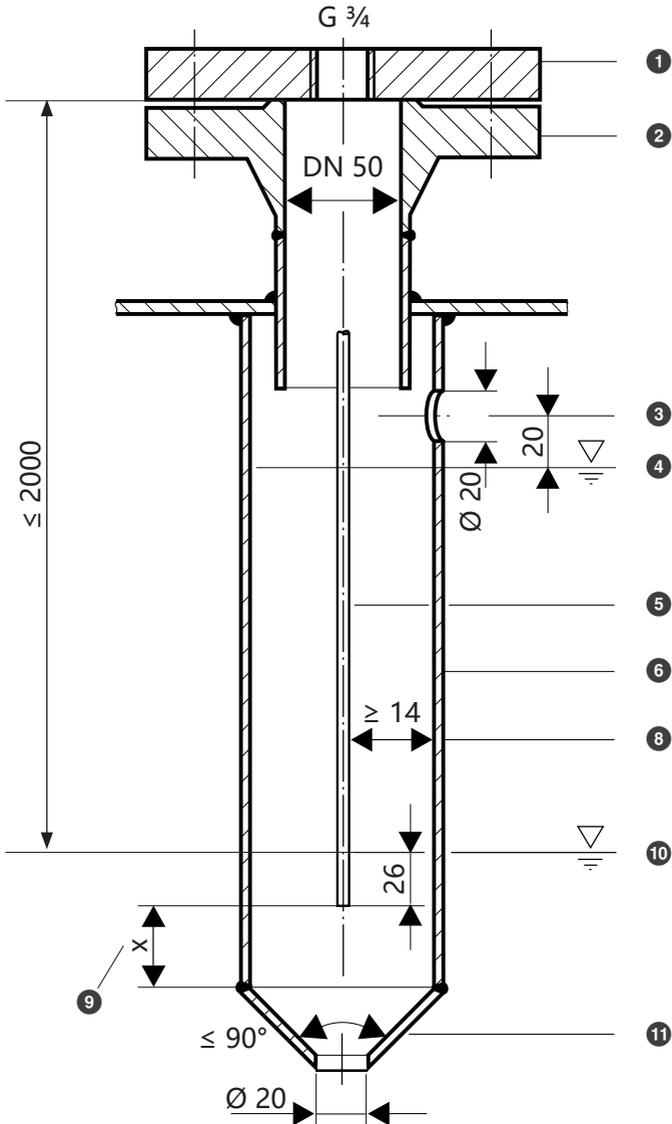
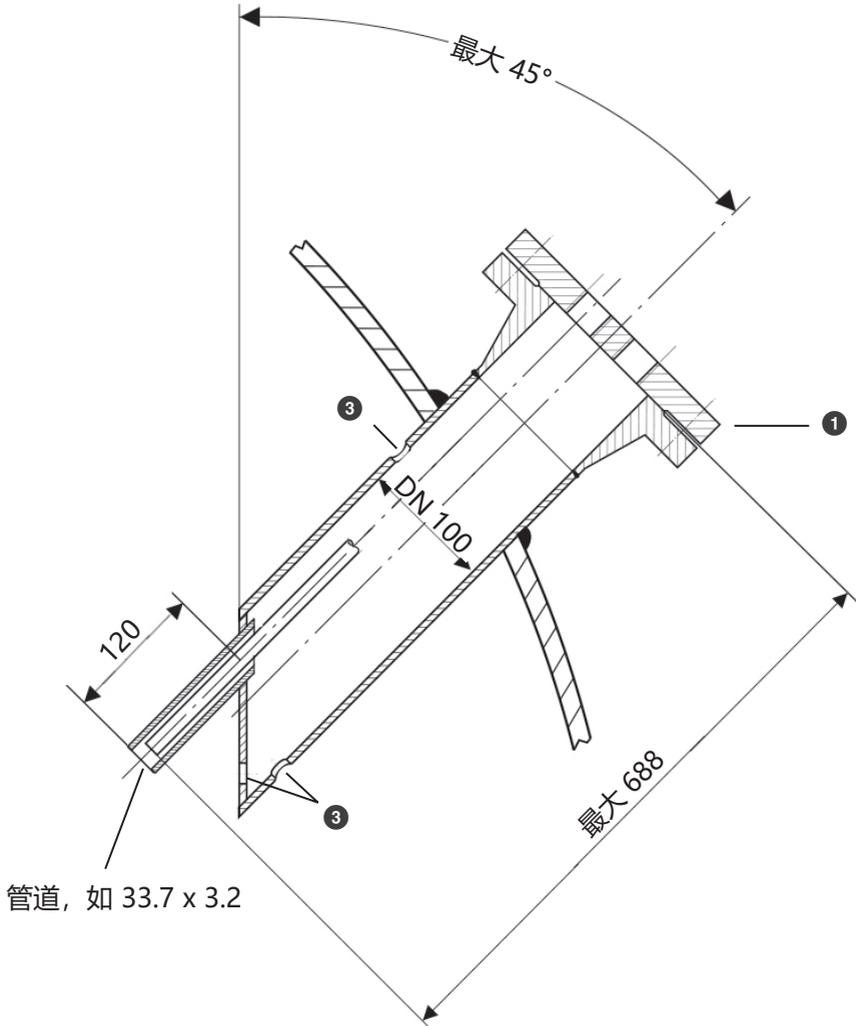

图 12
图 16
- 安装液位电极时注意最小距离尺寸，参见安装示例图 12 至图 16。
液位电极的倾斜角度可以是 45°，电极棒的长度限制在最大 688 mm，参见图 16。
带尺寸要求的安装示例，参见图 12，页码 30
### 图例 图 12 至 图 16
- ① 图 12, 13: 法兰 (PN 40, DN 50) DIN EN 1092-01 (单个电极)